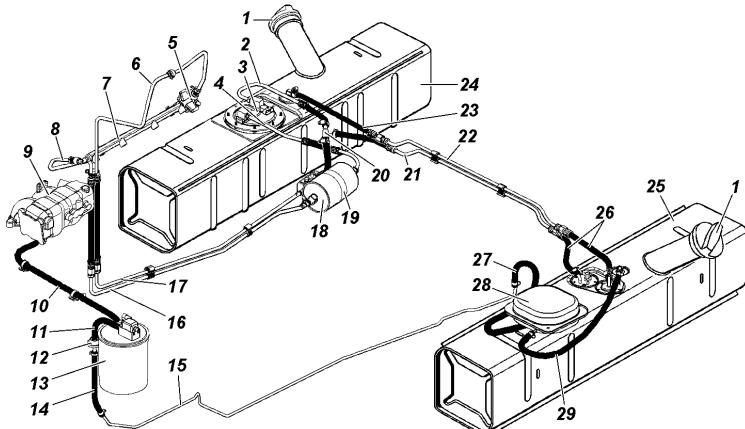
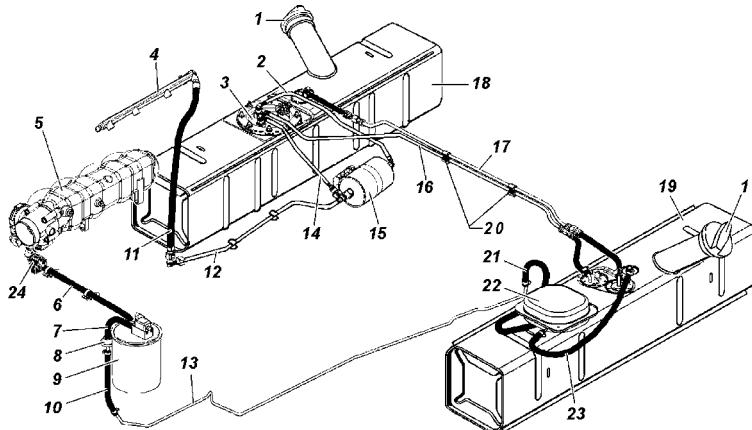

Рис. 9.27. Схема системы питания двигателя топливом
Рис. 9.28. Схема системы питания двигателя топливом
**Топливные баки** 24, 25 (рис. 9.27) и 18, 19 (рис. 9.28). Обслуживание топливных баков заключается в периодической промывке фильтра электробензонасоса (правый бак) и промывке самих баков.
- откройте люк в полу кузова над электробензонасосом (погружным модулем) и отверните болты крепления сепаратора 28 (рис. 9.27) или 22 (рис. 9.28) и выньте его, отсоедините от него шланги;
**Электробензонасос** погружного типа с датчиком указателя уровня топлива 3 (рис. 9.27).
На автомобилях экологического класса 3 установлен погружной модуль 3 (рис. 9.28), включающий в себя